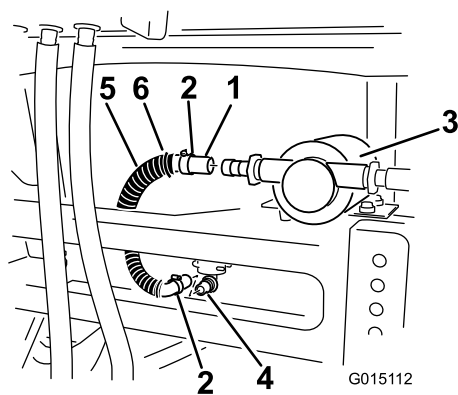

图24
3. 将软管的一端接到冲洗水箱底部的 90 度 接头上 (图24)。
10. 将盖子安装在泵上，并将盖子凸耳插入机架构件的槽中 (图24)。